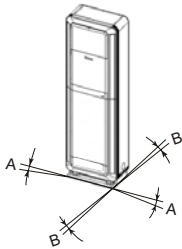

图2最大基础梯度
- (2) 确保基础平坦、水平并足够结实，遵照图2所示基础最大梯度的规定。